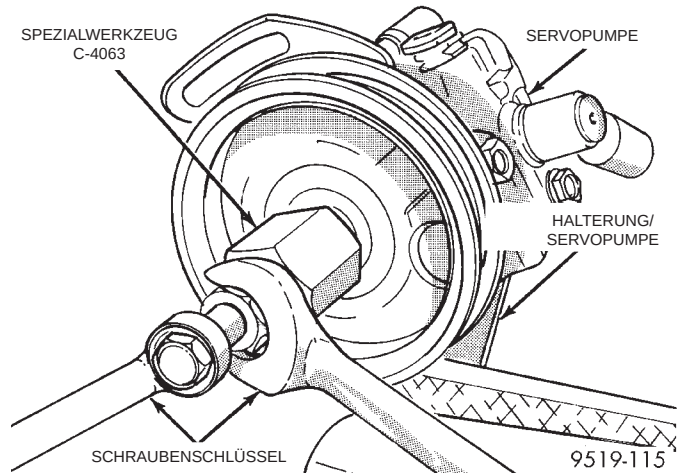

**Abb. 56 Riemenscheibe auf der Pumpenwelle montieren**
(4) Einbauwerkzeug, Spezialwerkzeug C-4063, in das Innengewinde der Pumpenwelle und gegen das Distanzstück 6936 schrauben (Abb. 56).
(5) Ohne das Spezialwerkzeug und die Riemenscheibe zu verkanten, die Riemenscheibe so weit auf die Pumpenwelle pressen, bis das Distanzstück 6936 am Ende der Welle anliegt. **Wenn das Distanzstück am Wellenende anliegt, kann das Einbauwerkzeug C-4063 nicht weiter gedreht werden.**
(6) Spezialwerkzeug C-4063 von der Servopumpe abbauen.
(7) Servopumpe und vordere Halterung zusammen am Motor einbauen. Die Anleitung hierzu finden Sie